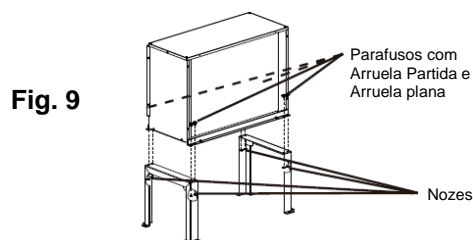

Fig. 9
- 1) Fixe bem as pernas na unidade de condensador remoto com os oito parafusos e porcas fornecidos. Consulte a Fig. 9.